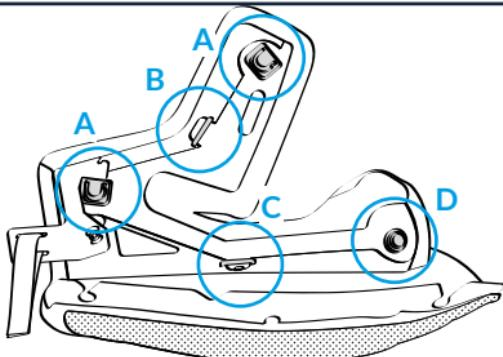

Fig. 8
6.1. Décrocher les trois œillets du châssis arrière de la mousse de joue de gauche au niveau respectivement des deux crochets «A» (supérieur et avant) et du bouton-pression «D» (arrière) situés à l'arrière (Fig. 8).
6.2. Extraire les languettes supérieure «B» et inférieure «C» du châssis de leur boucle respective située à l'arrière du châssis (Fig. 8).
11.2. Introduire les languettes supérieure « B » et inférieure « C » du châssis dans leur boucle respective située à l'arrière du châssis (Fig. 8).
11.3. Accrocher les trois œillets du châssis arrière de la mousse de joue de gauche au niveau respectivement des deux crochets « A » (supérieur et avant) et du bouton-pression « D » (arrière) situés à l'arrière (Fig. 8).